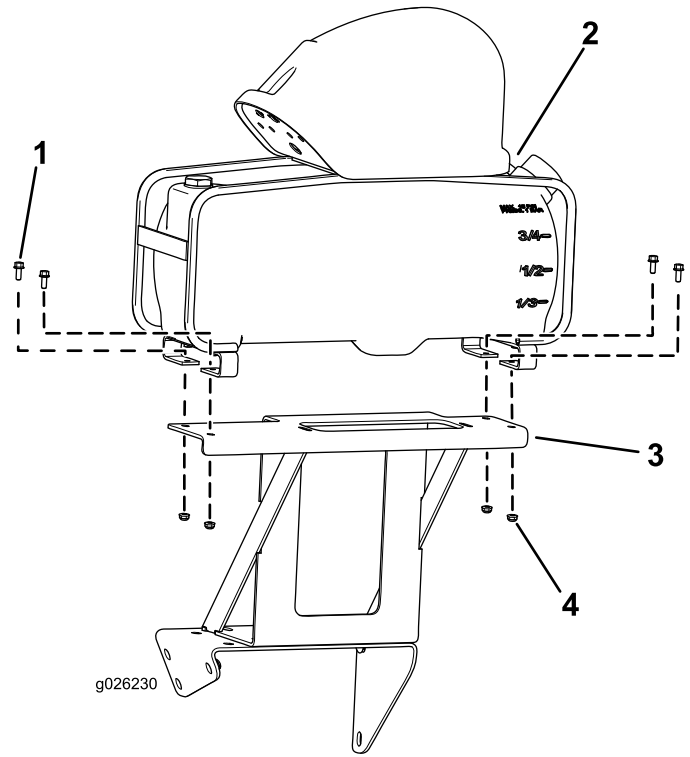

Figure 3
1. Fixez le traceur à mousse au support au moyen des 4 vis à tête hexagonale (1/4 x 0,62 po) et 4 contre-écrous (1/4 po), comme montré à la Figure 3.